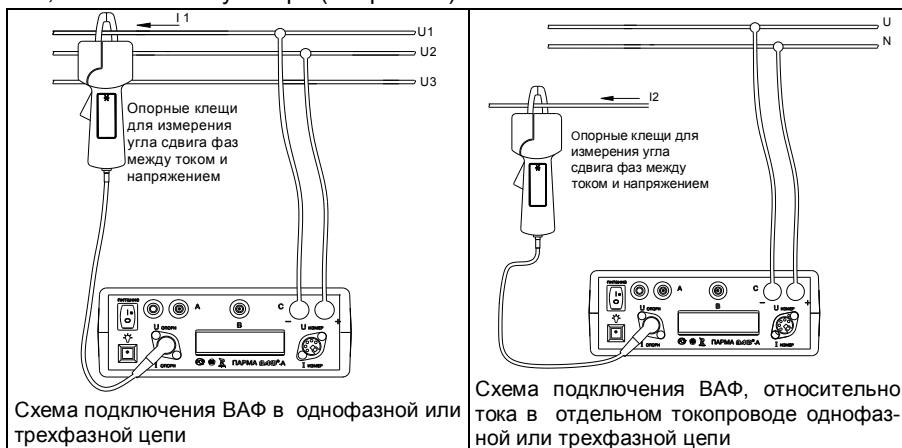

Рисунок 10
6.3.6.3 Опорные клещи подключите к разъему опорного канала, обозначенному Iопорн (см. рис. 10).
6.3.6.4 Подайте напряжение переменного тока на клеммы измерительного канала, обозначенные $U_{измер}$ (см. рис.10).
6.3.6.5 На дисплее, рисунок 10а, в верхней строке слева - индицируется измеренное значение угла сдвига фаз между током опорного канала ($I_{опорн}$) и напряжением измерительного канал ($U_{измер}$), имеющее размерность $^{\circ}$ и префикс $\phi_{iu} =$; в нижней строке слева – префикс угла сдвига фаз между током и током $\phi_{ii} =$. Действующие значения напряжения и силы переменного тока индицируются справа вверху и внизу соответственно.
Рисунок 10а
Если к разъему измерительного канала, обозначенному $U_{измер}$, подключены измерительные клещи, рисунок 10 б, то ВАФ определит значение угла сдвига фаз между током и током.
Рисунок 10 б
Рисунок 10в